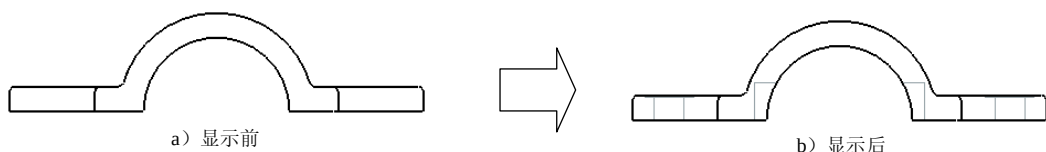

图 3.12.11 显示隐藏线
Step3. 在主视图中显示隐藏线, 如图 3.12.11 所示。在图形区双击主视图, 在弹出的“绘图视图”对话框中选取 **类别** 区域的 **视图显示** 选项, 在 **显示样式** 下拉列表中选取 **隐藏线** 选项, 其他参数采用系统默认值, 单击 **确定** 按钮, 此时主视图如图 3.12.11b 所示。